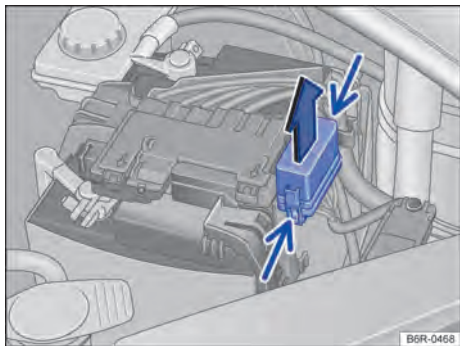

Fig. 139 No compartimento do motor: retirar cobertura da caixa de fusíveis.
- Pressionar as travas no sentido da seta (seta estreita) para destravar a cobertura da caixa de fusíveis → Fig. 139.